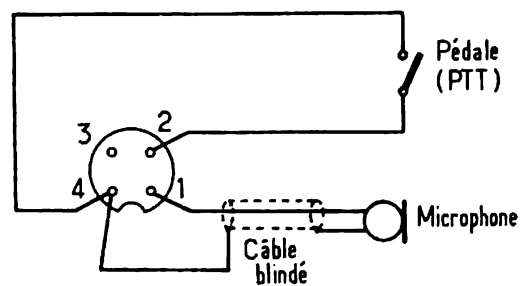

Fig. 2
(26) MIC. Prise permettant de connecter un microphone (dynamique 600 Ω avec pédale PTT). En cas de rupture du cordon ou d'emploi d'un autre microphone, la figure 2 représente le câblage de la prise de ce microphone (câblage vu du côté soudures).